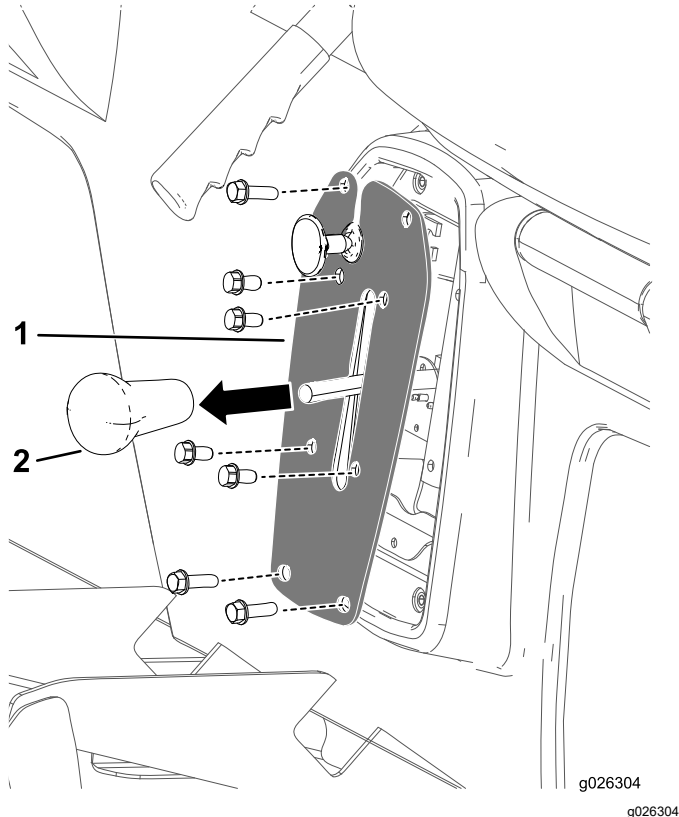

图 40
1. 卸下变速杆上的旋钮图 40。
2. 卸下将变速板固定至变速杆支架上的 4 个螺栓图 40。
3. 卸下将变速板固定至座椅底座的 4 个螺栓然后取下变速板图 40。
- 将旋钮螺到变速杆上并用手拧紧图 40。